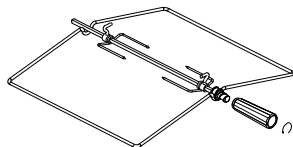
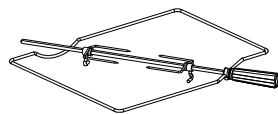

рис. 13
рис. 14
■ Электрошкаф может комплектоваться вертелом со съемной рукояткой (рис.13). В зависимости от комфортности, электрошкафы могут комплектоваться вертелами другого исполнения (рис.14). При установке и извлечении вертела использовать рукоятку, которая накручивается на резьбовую втулку.